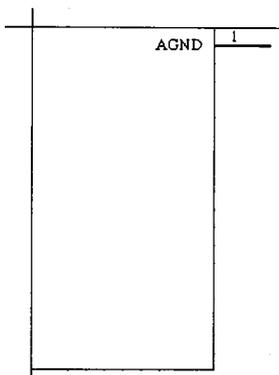

图 5-13 设置好属性的引脚
- [4] 设置完毕, 单击 **确认** 按钮, 关闭对话框。设置好属性的引脚如图 5-13 所示。